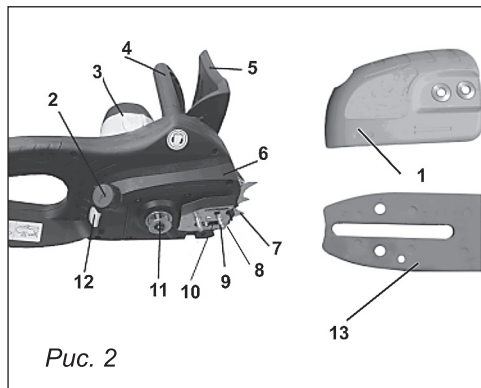
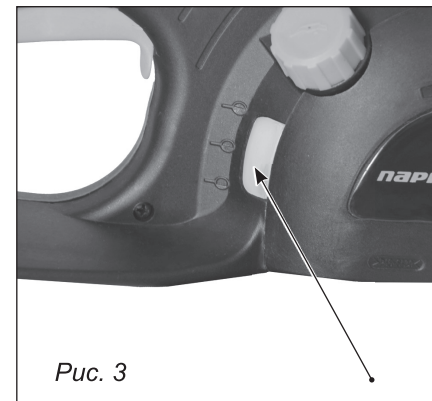

Рис. 2
Рис. 3
Проверьте, чтобы напряжение в сети соответствовало указанному на идентификационной табличке на корпусе пилы. Перед началом работы необходимо проверить готовность пилы к работе в соответствии с руководством по эксплуатации. Проверьте так же систему смазки цепи и уровень масла в бачке (рис. 3).
- Следите за уровнем масла в масляном бачке в процессе пиления, уровень масла смотреть в окошечке (рис. 3).
Перед началом работы, проверьте автоматическое смазывание цепи и уровень масла (рис. 3). Включите цепную пилу и держите ее не касаясь никаких поверхностей и земли, в целях безопасности. Если Вы видите масло на цепи во время движения цепи, система смазывания цепи работает правильно, если нет никаких следов масла вообще, попробуйте прочистить канал для подачи масла (рис. 2, п. 11) и отверстие подачи масла направляющей шины или обратитесь в Сервисный центр.
Звёздочка ведущая (рис. 2, п. 11) так же подвержена высокому износу. Если Вы заметили, что зубцы звездочки изношены, необходимо ее заменить. Для замены звездочки обратитесь в сервисный центр.
В случае отдачи, тормоз цепи приводится в действие путем нажатия на рычаг тормоза цепи (рис. 2, п. 5). Рычаг тормоза цепи выдвигается вперед тыльной стороной руки, и это заставляет тормоз цепи останавливать движение цепи в течение 0,12 сек.